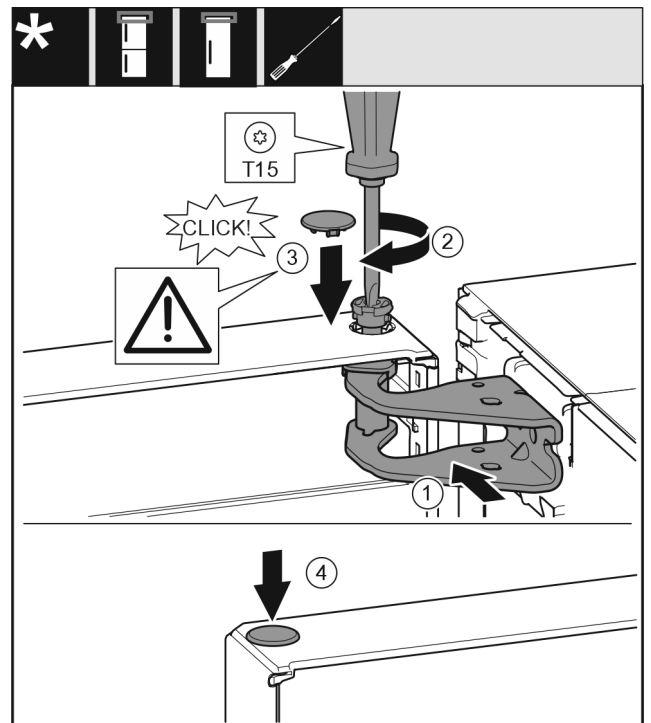

Fig. 22
- ▶ Orienter la porte en haut pour l'ouverture dans le support de palier. Fig. 22 (1)
- ▶ Poser le boulon et le visser avec un tournevis T15. Fig. 22 (2)
- ▶ Monter le cache de sécurité pour sécuriser la porte : Mettre en place le cache de sécurité et vérifier qu'il repose sur la porte. Sinon, enfoncer à fond le boulon. Fig. 22 (3)
- ▶ Mettre le bouchon en place. Fig. 22 (4)